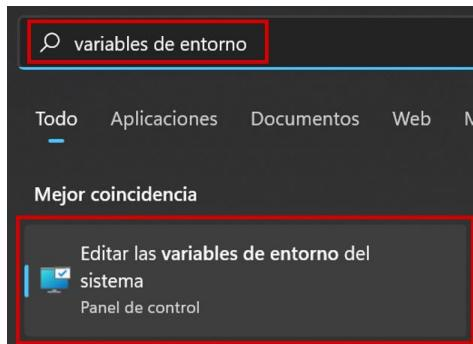

Figura 2-10 Acceder al editor de variables de entorno del sistema
10. A continuación, se deben configurar las variables de entorno del sistema para poder usar la herramienta. Para esto, escriba en el buscador de Windows “**variables de entorno**” y haga clic sobre la aplicación **Editar las variables de entorno del sistema** (ver Figura 2-10) para acceder al menú **Propiedades del sistema**.